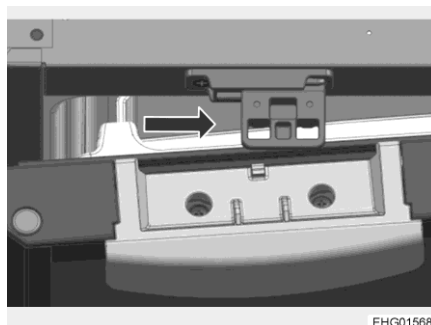

Fig. 113 Dispositivo de cierre
- Deslice el dispositivo de cierre hacia la derecha (Fig. 113, flecha).